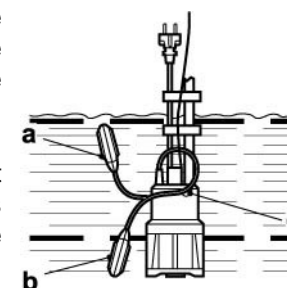

Fig. 4
- > Le flotteur [7] démarre l'appareil lorsque l'eau est à un niveau donné (dit niveau de démarrage (Fig. 4, a). La pompe fonctionne en continu jusqu'à ce que l'eau descende à un niveau donné (dit niveau d'arrêt), puis le flotteur [7] éteint l'appareil (Fig. 4, b).
- > La hauteur des niveaux de démarrage et d'arrêt automatique de la pompe se règle selon certains paramètres, en ajoutant ou en enlevant de la longueur au câble de l'interrupteur à flotteur [9]. Le câble du flotteur [8] s'attache simplement grâce à l'attache-câble [9] (Fig. 4, c).